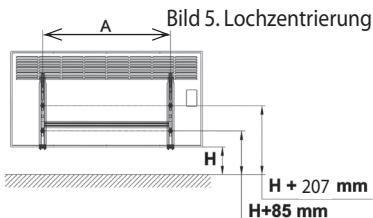
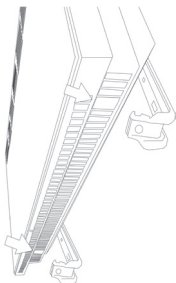

Bild 5. Lochzentrierung
Bild 6. Aufsetzen der Heizung auf unteren Haken
2. Damit das Stromkabel nicht auf Spann gebracht wird, sollte die Entfernung des Gerätes zur Steckdose richtig abgemessen werden. Nach Auswahl des richtigen Standortes werden die für die Montage nötigen Löcher nach den Abmessungen in Bild 7 markiert. Für diesen Schritt können die Aufhängenhaken in Bild 5 als Schablone benutzt werden. Dazu Aufhängenhaken an die Wand pressen und die ovale Öffnungen mit einem Bleistift so markieren, dass Standheizkörper (wünschenswert) mindestens 100 mm, max 200 mm vom Fußboden steht. Damit das Gerät effizient laufen kann, sollte auf die Mindestabstände unten, oben und an den Seiten geachtet werden. (Bild 6)